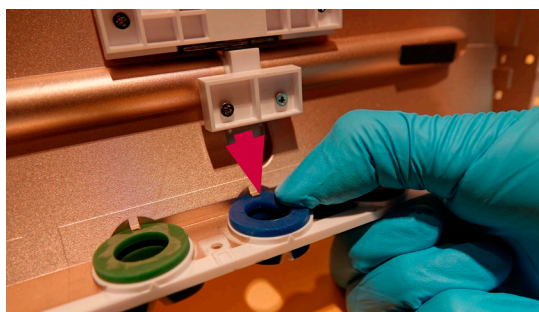

Bild 20 Ta bort den skadade färgringen
a) Ta bort den skadade färgringen genom att trycka ut den (bild 20)